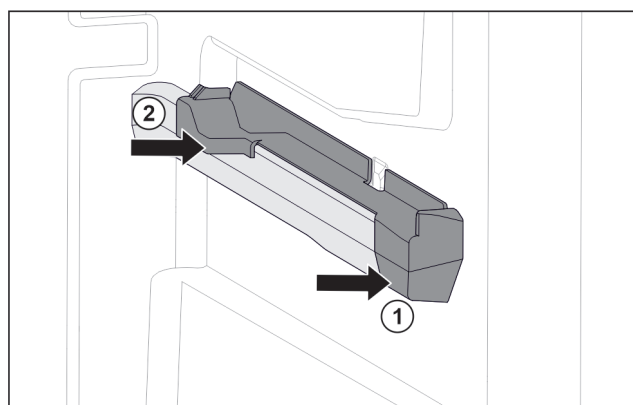

Fig. 34 Påsettsingsdel på høyre beholderribbe
- Sett på påsettsingsdel foran på beholderribben. Fig. 34 (1)
- Trykk på påsettsingsdel bak. Fig. 34 (2)